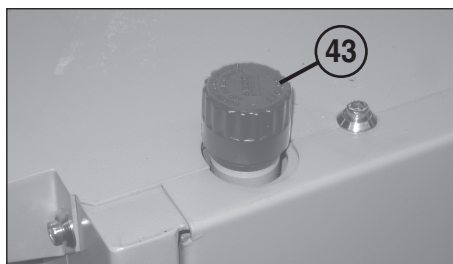

Abb. 19
ÜBERPRÜFUNG ÖLSTAND (Abb. 19):
- 43 = Oil dipstick (Abb. 19)